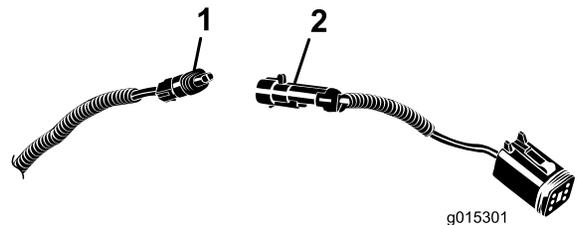

**Figure 6**
2. Détachez le côté droit du support de siège de la glissière de siège pour permettre au faisceau de console de passer entre le support et la glissière du siège (Figure 6).
3. Faites passer le faisceau de la console entre le support et la glissière du siège (Figure 6).